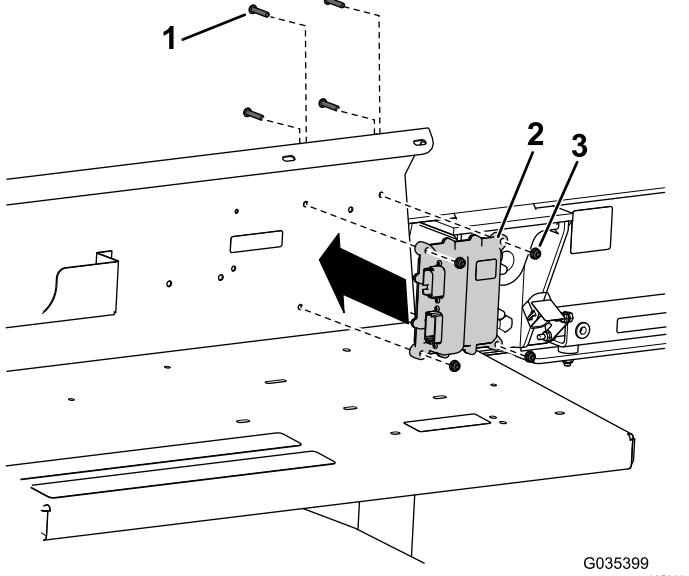

Рисунок 6
3. Установите базовый модуль на ограждение крыла с помощью 4 колпачковых винтов ($\frac{1}{4}$ x $1\frac{1}{4}$ дюйма) и 4 гаек ($\frac{1}{4}$ дюйма), как показано на Рисунок 6.
Внимание: Убедитесь, что винты вставлены в правильном направлении; см. Рисунок 6.